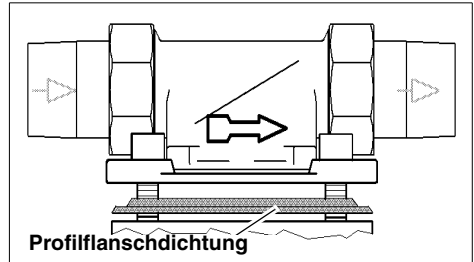

Abb. 5: (siehe Abb. 5)
**Der Einbaudrehflansch muss in Fließrichtung installiert werden. Diese ist durch einen eingegossenen Pfeil gekennzeichnet (siehe Abb. 5).**
Das Profil der Profilflanschdichtung muss zum Einbaudrehflansch zeigen (siehe Abb. 5). Wird dies nicht beachtet, kann es zu Undichtigkeiten und zum Austreten von Wasser kommen. Dabei können Wasserschäden an Haus und Einrichtung entstehen.